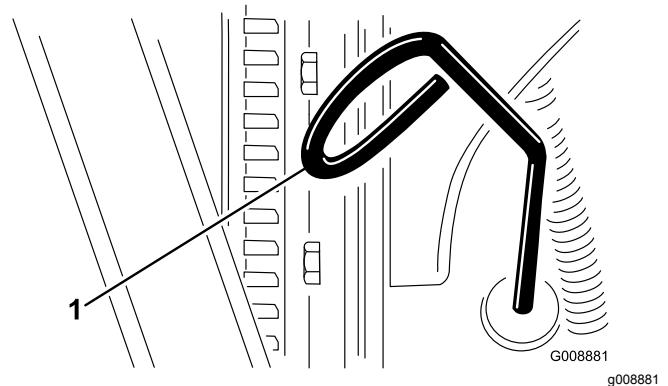

Рисунок 25
- Выньте масломерный щуп (Рисунок 25) и протрите его чистой ветошью.